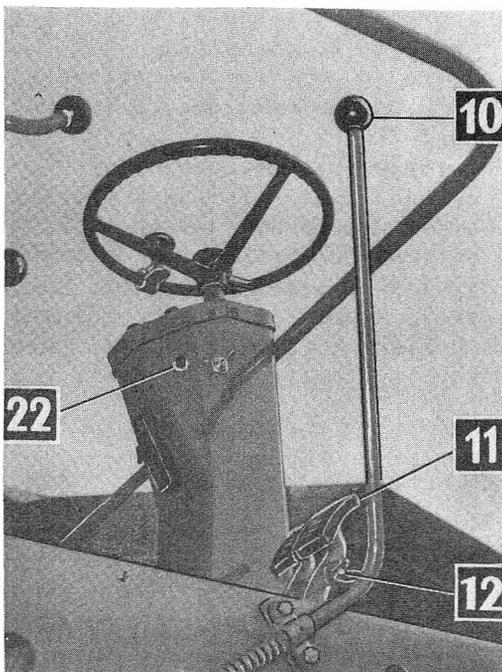

FIG. 4
motore** (22 - fig. 4)
- premere il pulsante (21 - fig. 4) mettendo così in moto il motorino di avviamento: non abbandonarlo prima di aver dato al motore un impulso sufficiente. Se il motore non si avvia, non insistere a lungo, ma ricercare la causa del mancato avviamento;